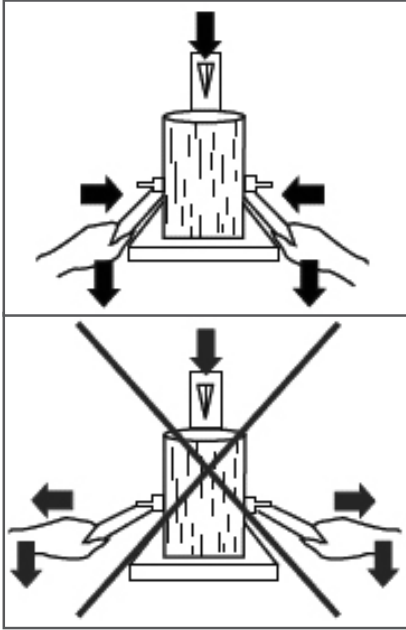

Рис. 9 Правильное и неправильное положение рычагов управления при раскалывании бревна
3. Сведите рычаги управления друг к другу так, чтобы захваты надежно удерживали бревно в вертикальном положении (Рис. 9).